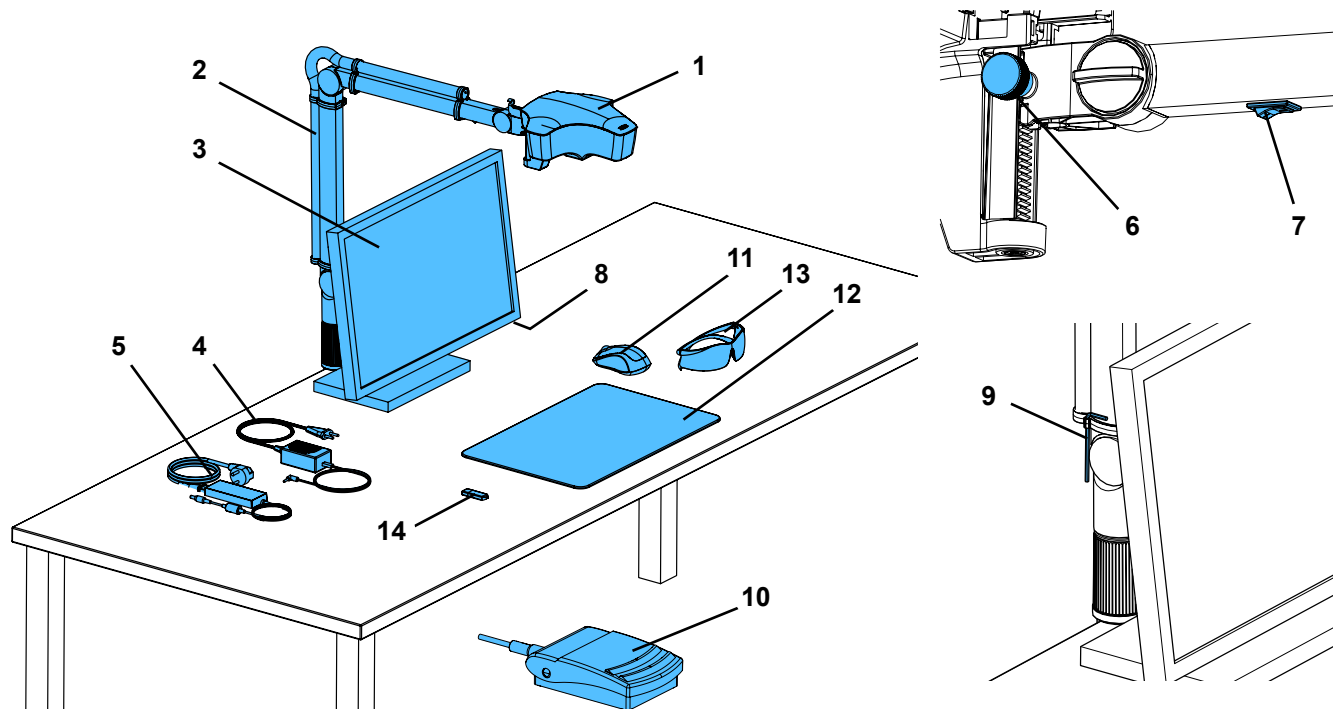

Fig. 1
- ⇒ Coloque a base (12, Fig. 1) sobre a mesa de trabalho.
- ⇒ Coloque o mouse (11, Fig. 1) perto da base de mesa.
- ⇒ Coloque o pedal (10, Fig. 1) debaixo da mesa.
- Parafuso de fixação na cabeça (31).
- Parafuso de aperto no meio (32).
- Parafuso de aperto junto à base (33).
- Parafuso de aperto (34) com a ferramenta fornecida (9, Fig. 1).
- Parafuso de aperto (35) com a ferramenta fornecida (9, Fig. 1).